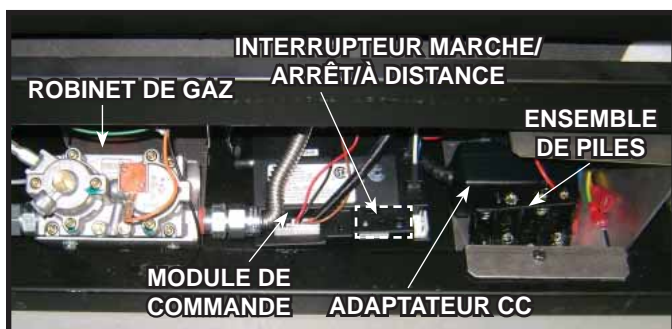

Figure 16.2 Composants du robinet
2. Localisez le module de commande. Voir la Figure 16.2.